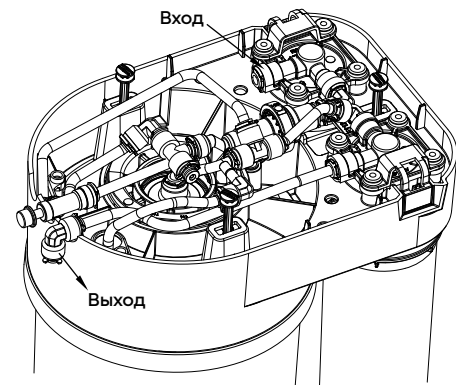

Рис. 4.
- Аккуратно выньте сервисную заглушку, снимите уголок, установите трубку на место сервисной заглушки и поставьте клипсу (рабочий режим, см. рис. 4).